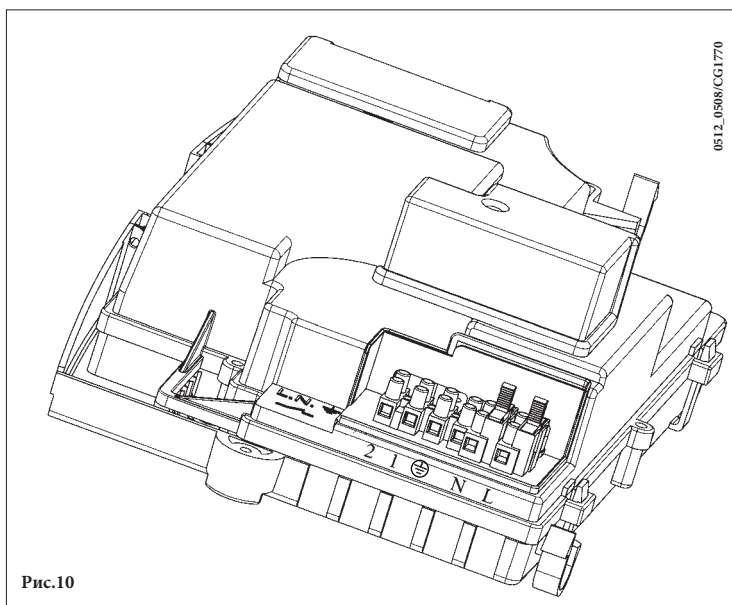

Рис.10
- для доступу до контактів зніміть кришку (рис. 10).
- відкрийте доступ до клем підключення електроживлення (рис. 10);
- підключіть двохжильний кабель, який йде від термостату, до клем (1) та (2);
Якщо не використовується кімнатний термостат, необхідно поставити перемичку на контакти 1-2 клемної колодки M1 (рис. 10).